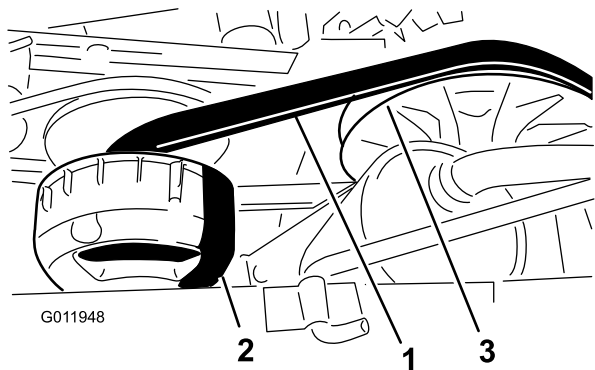

Figura 67
4. Fate girare la cinghia (Figura 67) ed ispezionatela per rilevarne eventuale segni di eccessiva usura o danni.
3. Girate la cinghia e fatela passare sulla frizione secondaria (Figura 67).
4. Rimuovete la cinghia dalla frizione primaria (Figura 67).
5. Allineate la nuova cinghia sopra la frizione primaria (Figura 67).
6. Girate la cinghia e fatela passare sulla frizione secondaria (Figura 67).